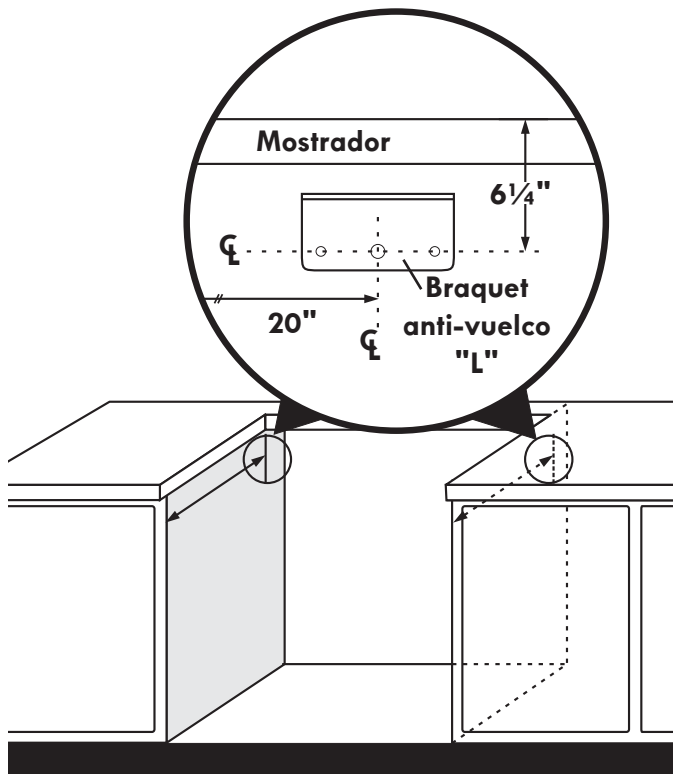

Figura 7
- A. Instale el gabinete anti-vuelco con braquets "L" como lo muestra la figura 7, uno en cada lado.